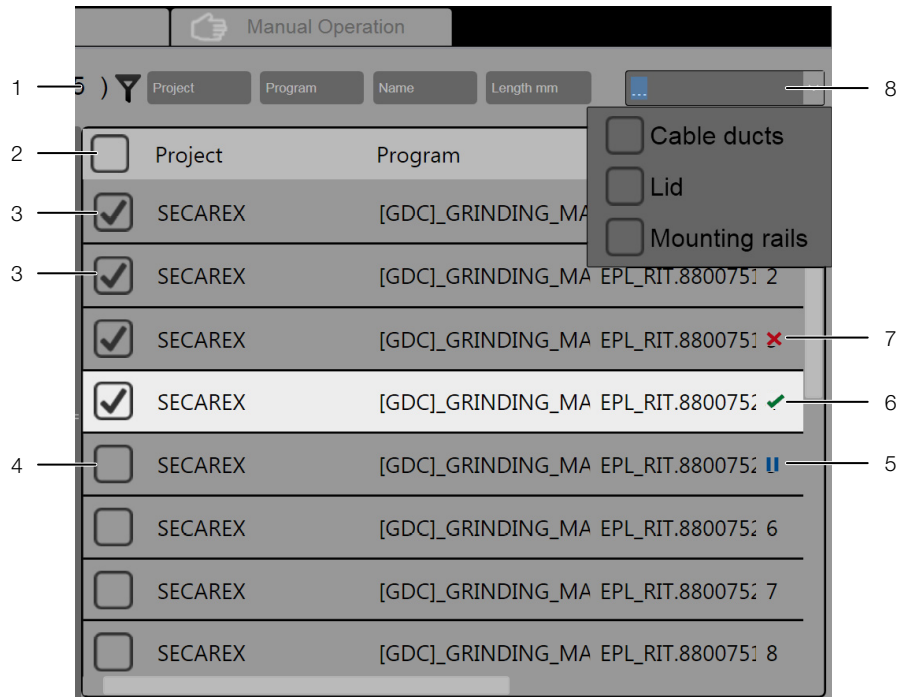

Fig. 10: Fanebladet „Forberedelse“ – Fremstillingsliste
- Vælg de ønskede komponenter ved at markere afkrydsningsfeltet (fig. 10, pos. 3) foran de enkelte komponenter.
- Klik på trykknappen „<>“ (fig. 10, pos. 8) i kolonnen „EF“ tilhørende det arbejdsstykke, du ønsker at bearbejde.